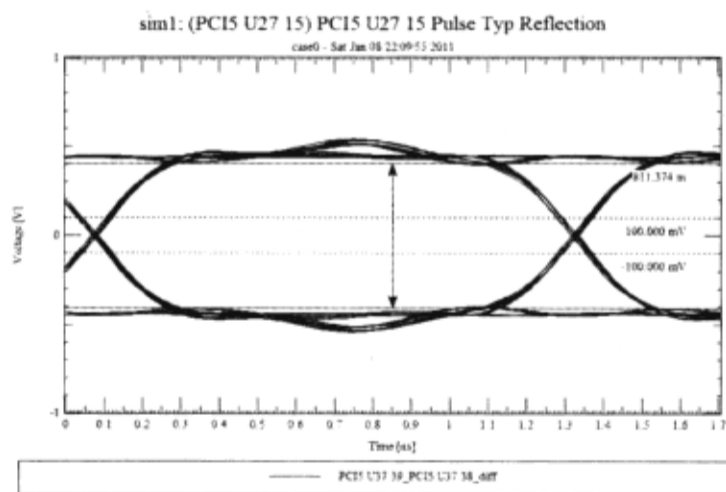
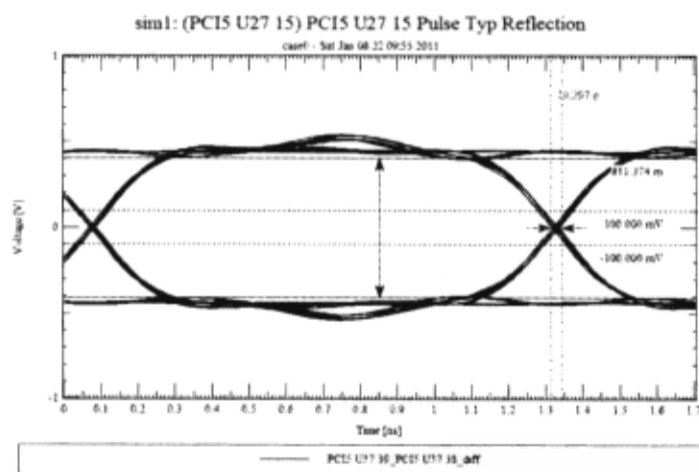

图 6-7-12 调整标志线位置
图 6-7-13 调整“Differential Vertical Marker”标志线的位置
(17) 单击“SigWave”窗口的  图标→添加“Differential Horizontal Marker”标志线→选中标志线→单击鼠标右键→从弹出菜单中选择“Line Style”，使标志线为实线→调整标志线位置，如图6-7-12所示。
(18) 在“SigWave”窗口单击  图标→单击“Differential Vertical Marker”标志线→从最左边的颜色块中选择红色。
(19) 调整“Differential Vertical Marker”标志线的位置，如图6-7-13所示。